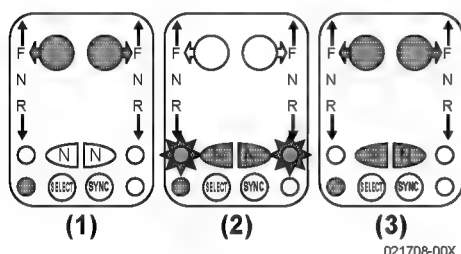

Figure 18
1. Déplacez le levier du moteur à la position de vitesse engagée inactive (Avant inactif ou Arrière inactif) (**Figure 18, (1)**) et appuyez sur le bouton N (NEUTRAL) (**Figure 18, (2)**) à côté de ce levier sur la commande de réglage. La lampe-témoin N (NEUTRAL) (**Figure 18, (2)**) clignotera pour indiquer que Split Range Throttle est embrayé.
Retournez le levier du moteur à la position (Gear Idle) Transmission Inactive (Avant inactif ou Arrière inactif) (**Figure 18, (3)**). Appuyez sur le bouton N (NEUTRAL) à côté du levier sur la commande de réglage. La lampe N (Neutral) arrêtera de clignoter, pour indiquer que le Split Range Throttle a été désembrayé.